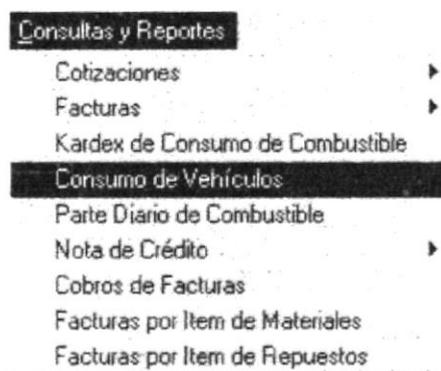

Figura 10.17 Menú Consultas/Reportes de Consumo de Vehículo
2. Después de ejecutado el paso 1, se le presentarán varias opciones de las cuales debe elegir < Consumo de Vehículo > y luego aparecerá la siguiente ventana: **Figura 10.17**.